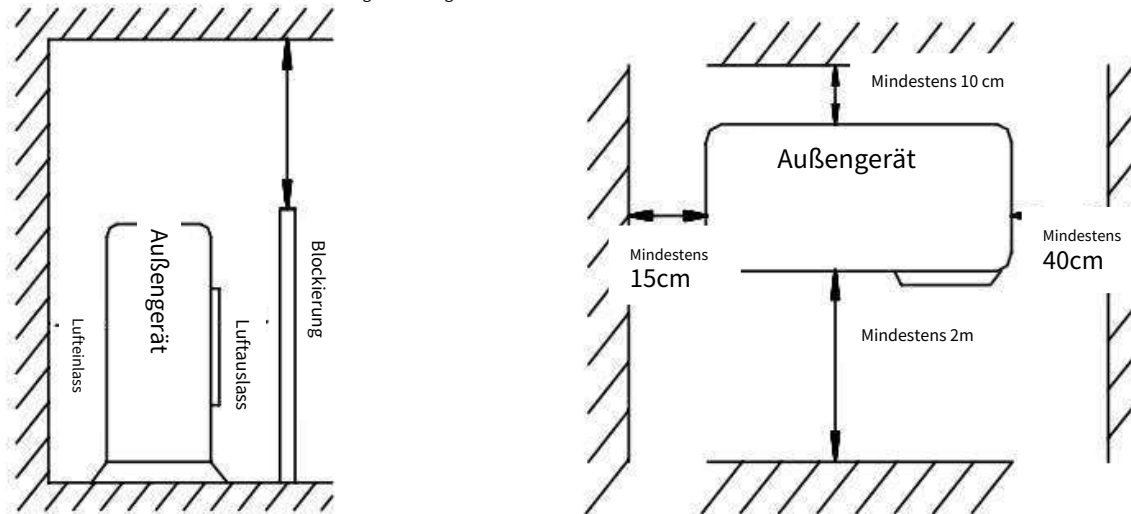

Abb. 2
- Der Einbauabstand muss wie in Abb. 2 dargestellt eingehalten werden.